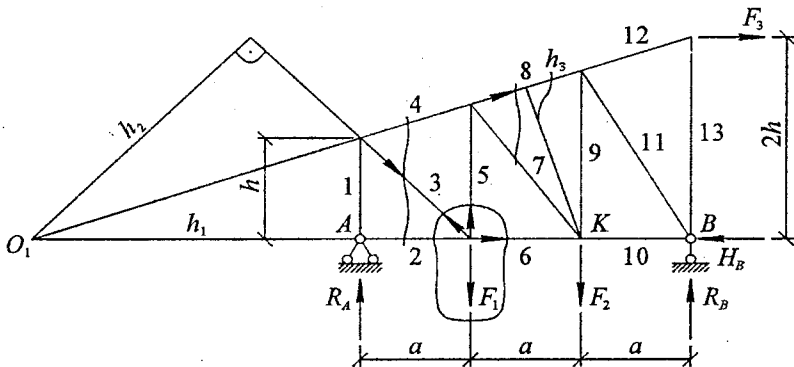

Рисунок 16.1 – Розрахункова схема ферми
1. Накреслити схему, яка наведена на рис. 16.1, і виконати обчислення згідно з прикладом, наведеним нижче.